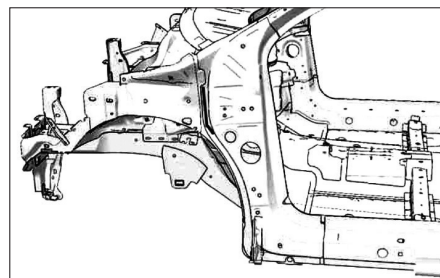

FIG. 19
- Avant de poser le nouveau pied AV, appliquer un cordon de colle structurale (Fig.19).